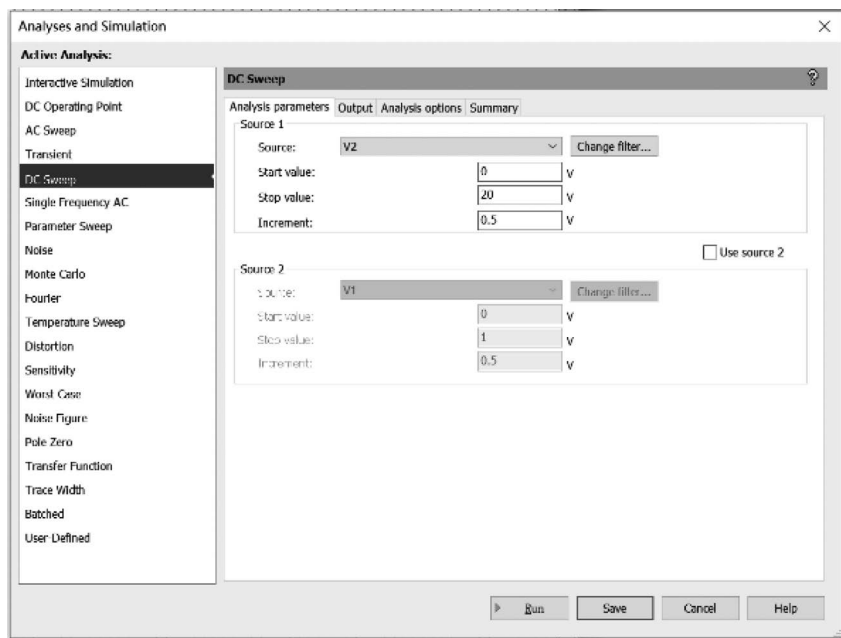

图 5.8.3 Analysis parameters 选项卡的设置
(2) 单击 Simulate/Analyses and Simulation/DC Sweep 命令,打开 DC Sweep 对话框如图 5.8.3 所示,在 Analysis parameters 选项卡中设置分析参数。